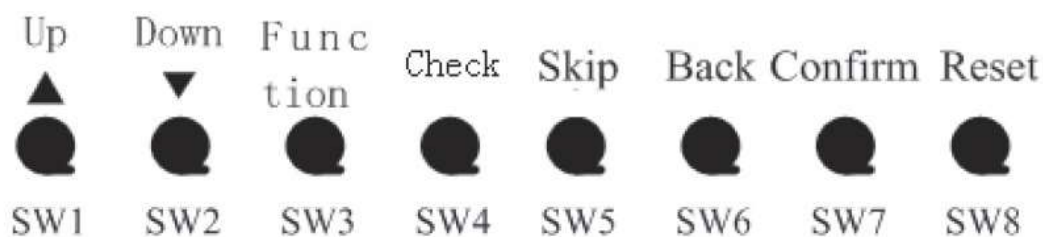

Рис. 8.15
8.5.1. На главной плате AP1 наружного блока находится 8 функциональных кнопок (рис. 8.15.).